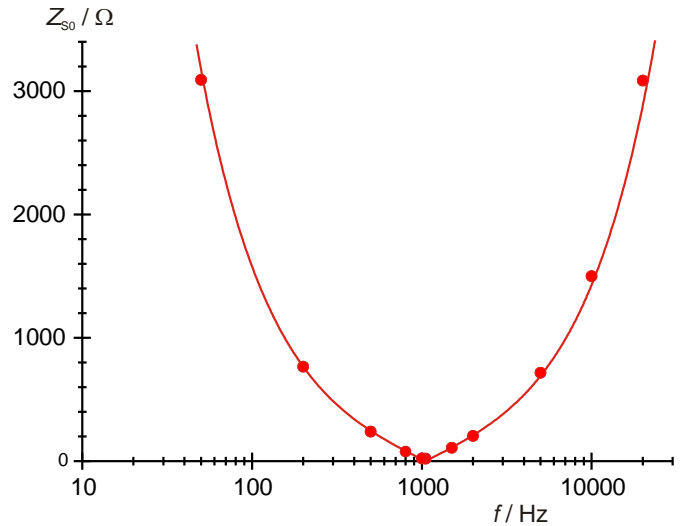
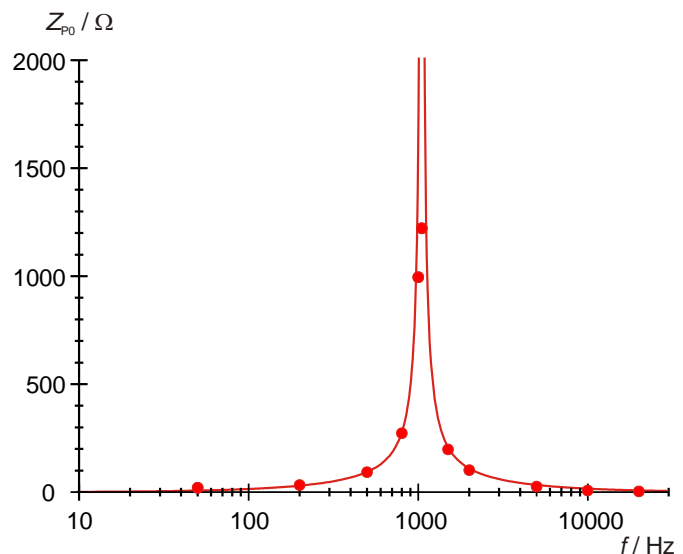

Fig. 4: Résistance de courant alternatif du circuit série en fonction de la fréquence
Fig. 5: Résistance de courant alternatif du circuit parallèle en fonction de la fréquence.
- Représenter dans un graphique les valeurs Z_{0S} et Z_{0P} de la résistance totale pour les circuits série et parallèle en fonction de la fréquence f (Fig. 4, Fig. 5).
- Calculer les valeurs Z_{0S} et Z_{0P} des résistances totales pour les circuits série et parallèle à l'aide des équations (3) et (4) et les tracer sous forme de lignes continues dans les Fig. 4 et Fig. 5.
Les courbes de résonance mesurées (Fig. 4, Fig. 5) confirment la courbe théorique attendue (lignes continues). Les grands écarts des valeurs des résistances totales au niveau de la fréquence de résonance s'expliquent par la part ohmique de la résistance de la bobine.